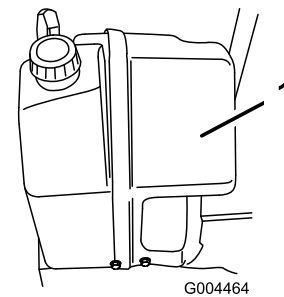

Figure 35
- Retirez les 5 fixations du couvercle de moteur avant (Figure 35) mais laissez le couvercle en place.